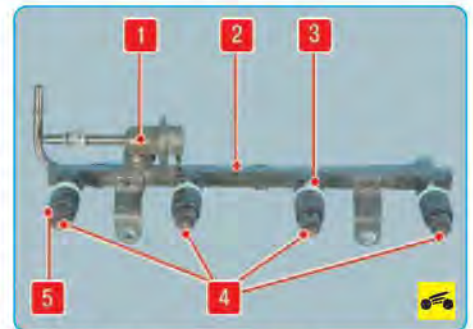

Рис. 5.16. Топливная рампа: 1 – регулятор давления топлива; 2 – рампа; 3 – фиксатор форсунки; 4 – форсунки; 5 – уплотнительное кольцо форсунки
**Топливная рампа** 2 (рис. 5.16) представляет собой пустотелую деталь с отверстиями для форсунок 4, со шлицем для присоединения топливопровода высокого давления и с кронштейнами крепления к головке блока цилиндров. Форсунки уплотнены в отверстиях рампы и в гнездах впускной трубы резиновыми кольцами 5 и закреплены пружинными фиксаторами 3. Рампа в сборе с форсунками и регулятором давления топлива вставлена хвостовиками форсунок в отверстия впускной трубы и закреплена двумя болтами на блоке цилиндров.